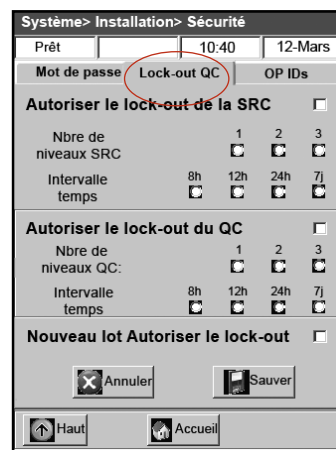

Figure H-21 : Écran “Système > Configuration > Sécurité”
- Sélectionnez l’onglet “**Verrouillage CQ**” (Figure H-21).